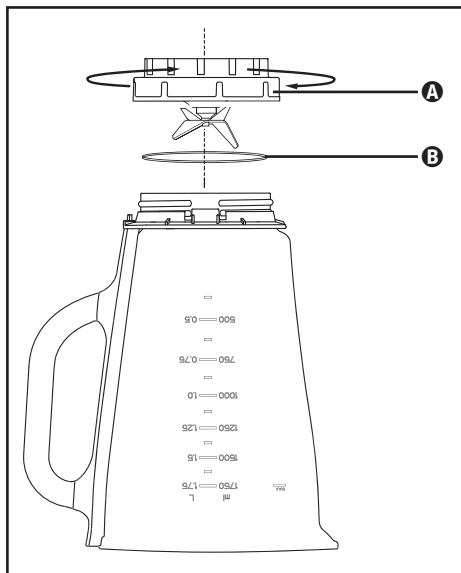

Fig. 3
- 2) Renversez l'appareil et tournez le bloc de lames **A** dans le sens anti-horaire afin qu'il se détache du bol mixeur **③** (voir fig. 3).